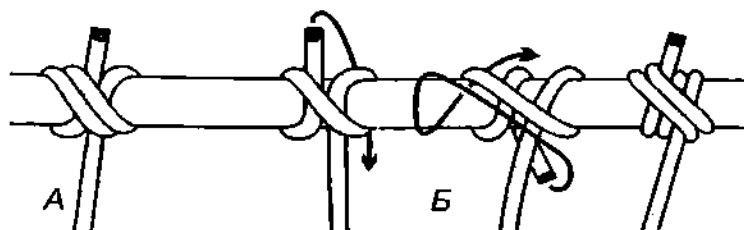

Рис. 612. А – выбленочный узел со шлагом; Б – выбленочный узел с двойной пробивкой.
**Выбленочный узел** станет более надёжным и устойчивым, если его усилить дополнительными шлагами (рис. 612 А, Б). Представленные на рисунке узлы намного крепче и безопаснее обыкновенного **выбленочного узла**. Эти узлы остаются стабильными и надёжными, даже когда меняется направление тяги.